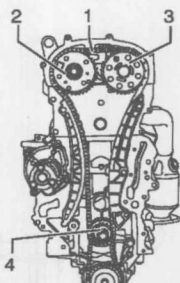

图1-2-12 安装正时链
⑥将正时链1装到曲轴链轮4、排气凸轮轴链轮3和凸轮轴调节器2上,并用手给凸轮轴调节器2拧上一个新的紧固螺栓,如图1-2-12所示。